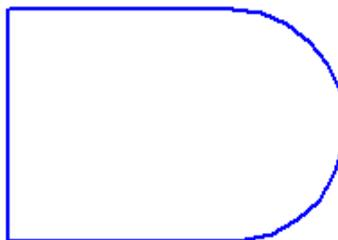

Рисунок 18. Фигура, построенная при помощи одного вызова команды «Непрерывный ввод объектов».
7. Полученная фигура показана на рис. 18. Сохраните этот чертеж под именем *Фигура.cdw*.